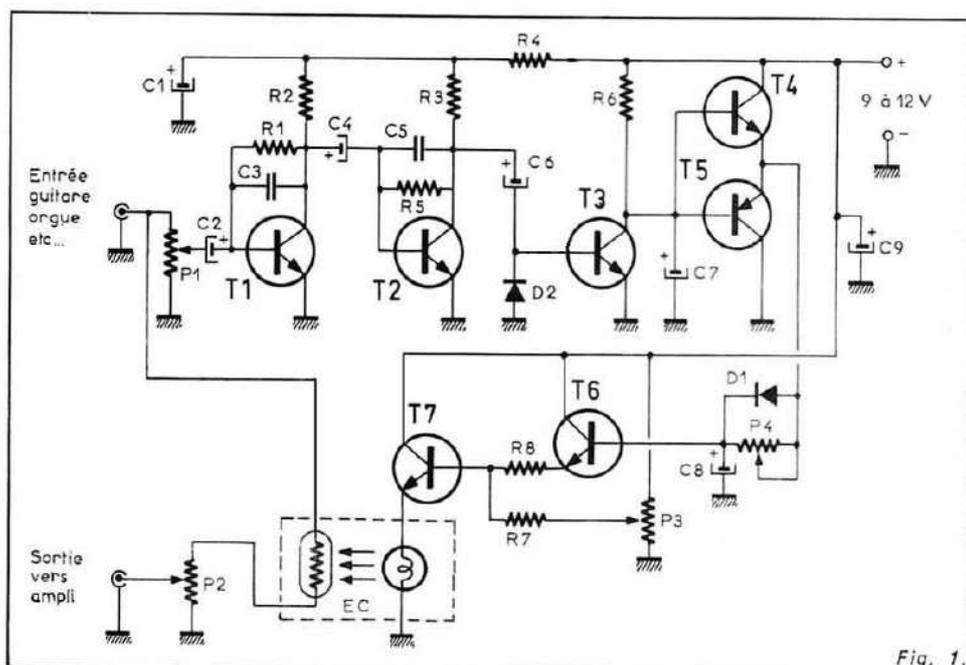

Fig. 1.
b) entre la sortie basse fréquence de l'orgue électronique, avant l'amplificateur basse fréquence de puissance. Ces indications sont données à la figure 1.